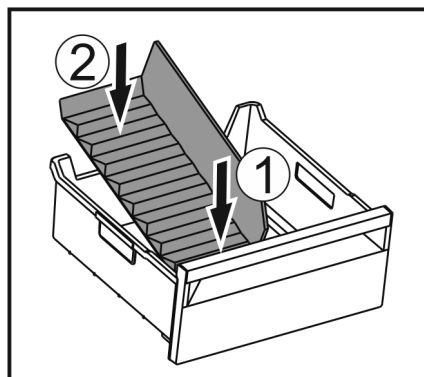

Fig. 51
- ▶ Scheidervoorzijde eerst plaatsen Fig. 51 (1).
- ▶ Achterste deel neerlaten Fig. 51 (2).